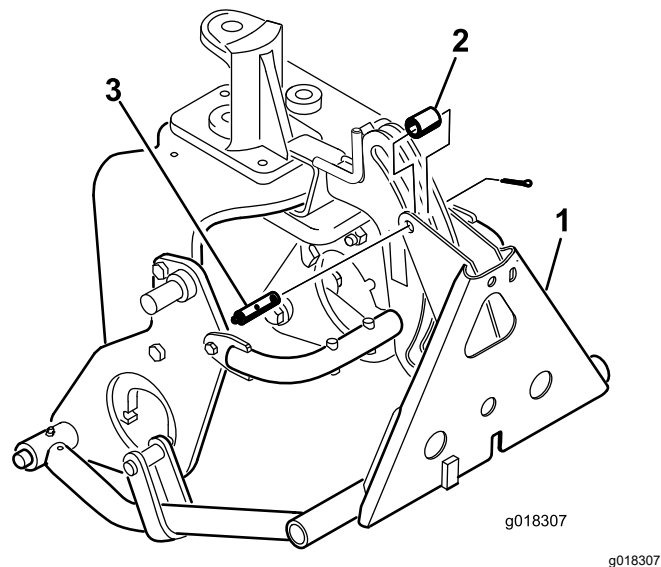

Figura 15
8. Fixai adaptorul de cadru pe cadrul de cuplare cu un tub, un tift cu cap i gaură i un cui spintecat (Figura 15).